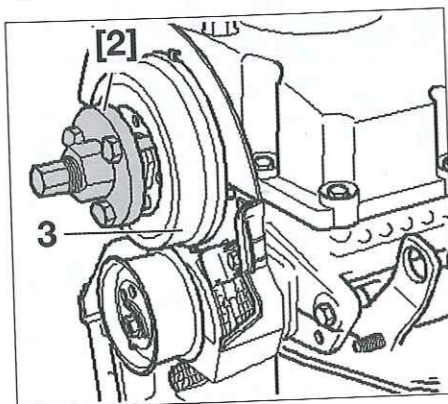

Fig. 54
- Colocar el extractor [2] para disociar el cubo (3) del eje de levas (Fig.54).